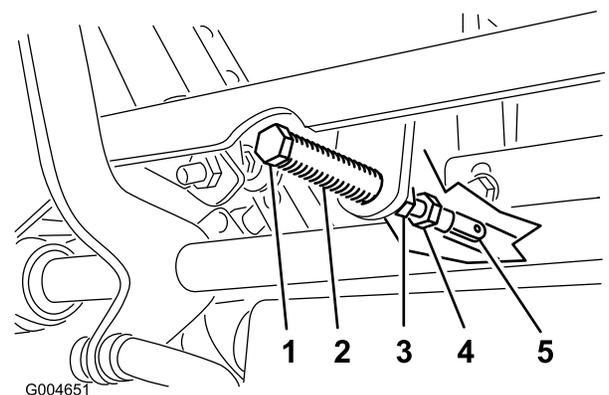

Figura 53
- Puxe a alavanca para trás até que o pino de segurança (no braço por cima do eixo da articulação) entre em contacto com a extremidade da ranhura (até começar a fazer pressão na mola), como se mostra na Figura 53.
7. Se for necessário ajuste, solte a porca e a porca de bloqueio encostada à forquilha (Figura 53).
8. Aplicando uma pressão ligeira para trás à alavanca de controlo do movimento, rode a cabeça do parafuso de ajuste na direção adequada até a alavanca de controlo estar centrada na posição BLOQUEADA EM PONTO-MORTO (Figura 53).
9. Aperte a porca e a porca de bloqueio (Figura 53).
- Aperte as porcas de bloqueio nas juntas de esfera (Figura 53).